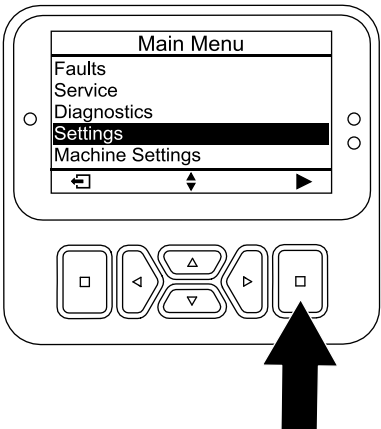

Figura 27
1. En el MENÚ PRINCIPAL, vaya al menú SETTINGS (Ajustes) y pulse el botón de selección (Figura 27).